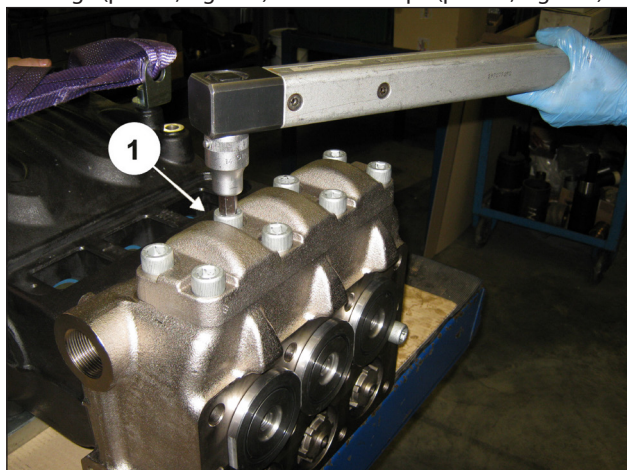
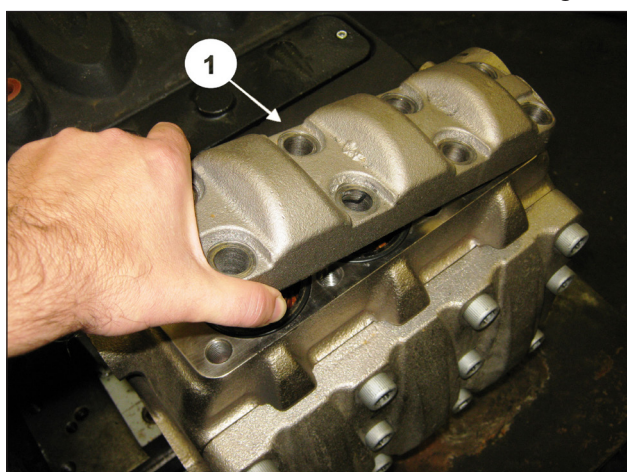

Fig. 100
Fig. 101
Desaperte os 8 parafusos M16x45 da tampa das válvulas de descarga (pos. ①, Fig. 100) e retire a tampa (pos. ①, Fig. 101).